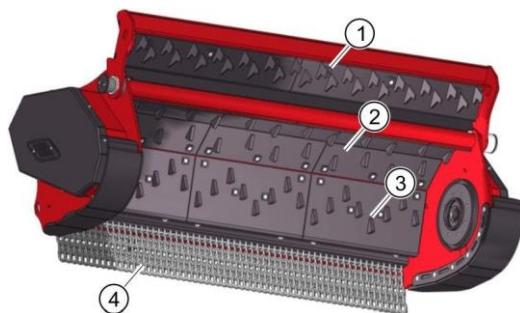

Рис. 17. Внутреннее пространство корпуса без ротора
Внутреннее пространство мульчирующей фрезы общшто стальными пластины (2) и (3) (Рис. 17). Многоступенчатые противорежущие пластины на этих изнашивающихся пластинах улучшают измельчение мульчи и снижают расход энергии. По желанию изнашивающиеся пластины (1) заслонки системы дополнительного измельчения оборудуются противорежущими пластинами.